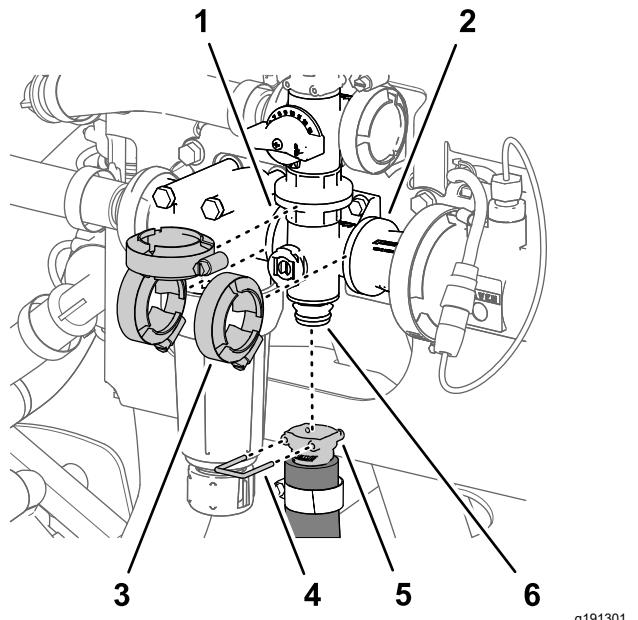

Bild 136
2. Befestigen Sie den Rührwerkventilverteiler mit drei Flanschklemmen, die Sie in Entfernen des Rührwerkventilverteils (Seite 90) entfernt haben, lose am Rührwerksicherheitsventil, am Druckfilterkopf und am Kupplungsadapter (Bild 136).
5. Ziehen Sie die drei Flanschklemmen mit der Hand an (Bild 136).
6. Befestigen Sie die Schnellkupplung des Rührwerkschlauchs mit dem Schnellkupplungsstift am Schnellkupplungsanschlussstück des Rührwerkventilverteilers (Bild 136).